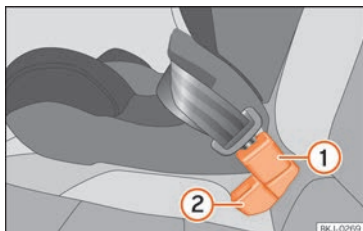

Fig. 30 Posição do fecho do cinto no banco traseiro
- Coloque o fecho do cinto do lugar central »» Fig. 30 ① por trás do fecho do cinto do lugar lateral »» Fig. 30 ②.
- Engate a lingueta do cinto de segurança do lugar central no fecho do cinto do lugar central »» Fig. 30 ① até ouvir o encaixe.
- Para que os cintos fiquem corretamente colocados, os fechos não devem estar torcidos »» Fig. 30.